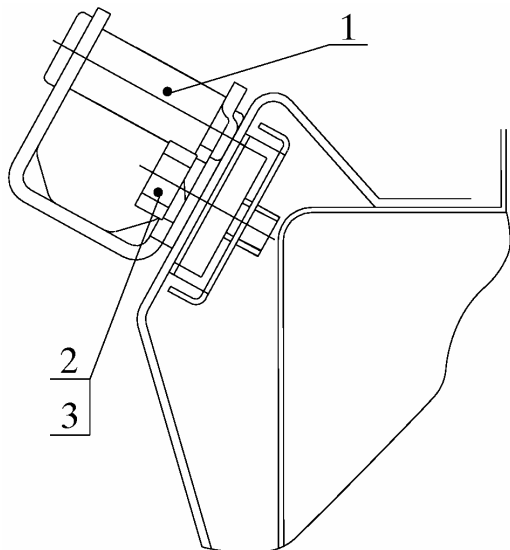

Рис. 2. Снятие защелки замка багажника:
3.1.2. Снять защелку 1 (рис. 2) замка багажника, отвинтив два болта 2 с шайбами 3 (головка, удлинитель и вороток из комплекта ключей типа 2336М-1 ГАРО).